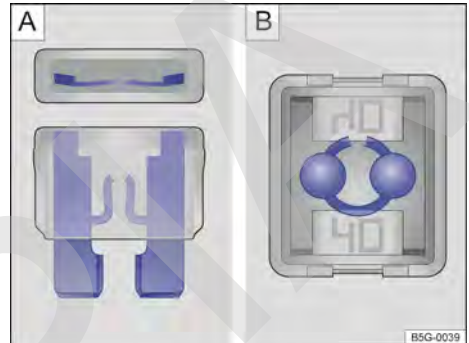

Fig. 142 Fusibles quemado: **A** fusible plano, **B** fusible de bloqueo.
- Un *fusible plano* (ATO®, MINI®) quemado es reconocido desde arriba o desde el costado por la carcasa transparente en las bandas metálicas derretidas → fig. 142 [A].
- Un *fusible de bloqueo* (JCASE®) quemado es reconocido por las bandas metálicas derretidas desde arriba de la carcasa transparente → fig. 142 [B].